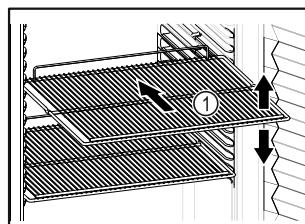

Fig. 59 例图
- 如果存放格栅 Fig. 59 (1) 可移动，则根据高度进行调整。